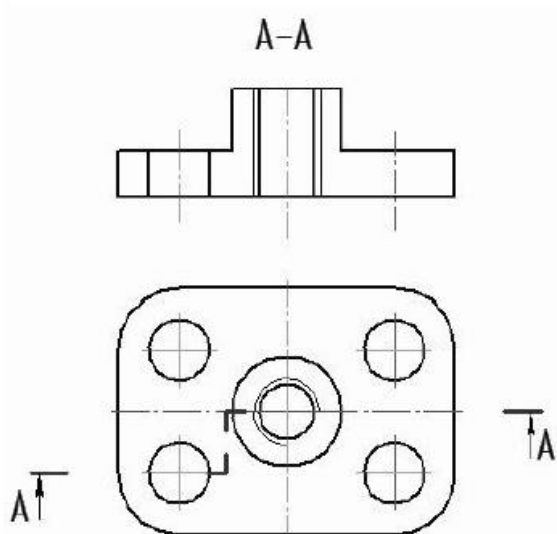

Рис.21. Обозначение разреза
7. На горизонтальной проекции (вид сверху) оформить линию сложного ломаного разреза, над фронтальной проекцией (над главным видом) выполнить обозначение разреза А – А (рис. 21).